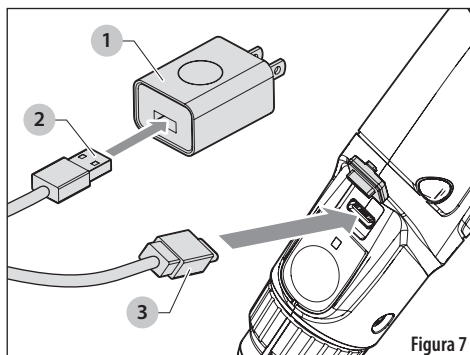

Figura 7
1. Enchufe el cargador (1) en un tomacorriente apropiado.
2. Asegúrese de que el cable USB-C (2) esté completamente insertado en el cargador.
3. Inserte el otro extremo del cable USB-C (3) en el puerto de carga ubicado arriba del botón de encendido en el mango del pulverizador de varilla eléctrica. Vea la Figura 7.